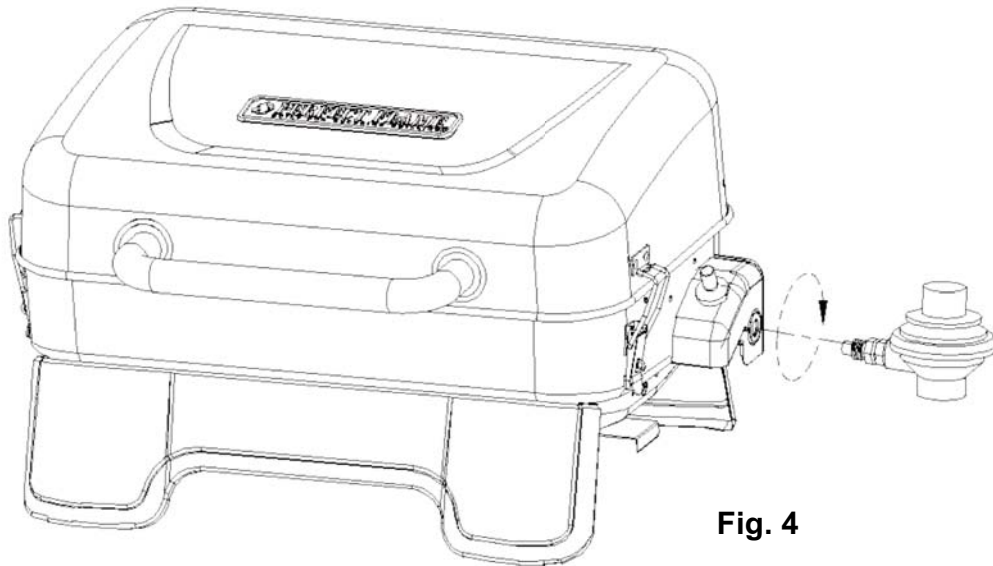

**Fig. 3**
**3. Attach the Lid Handle (Fig. 3)**